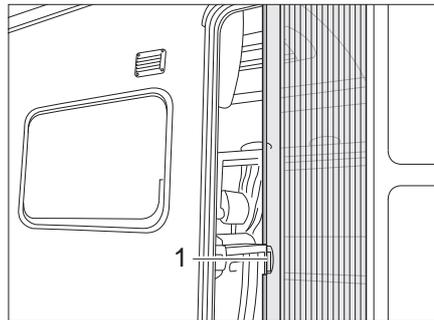

Bild 31 Insektenschutz
**Öffnen:** ■ Insektenschutz an dem Griff (Bild 31,1) ganz herausziehen.
**Schließen:** ■ Insektenschutz an dem Griff (Bild 31,1) zurückschieben.